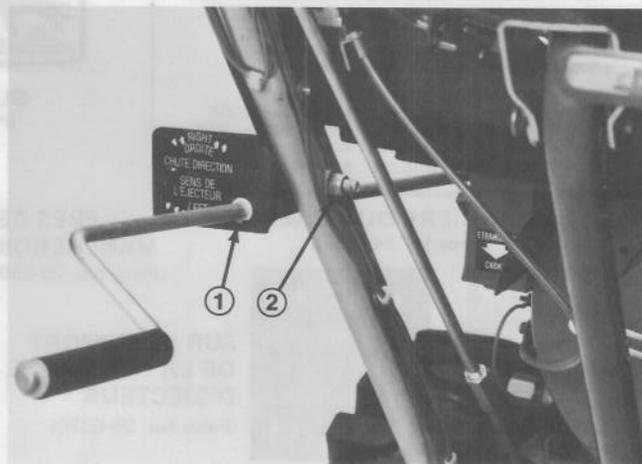
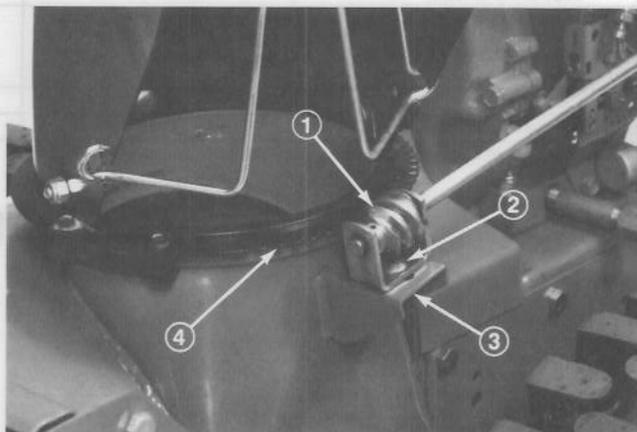

Figure 3
Figure 4
4. Posez le support et la tige de commande d'éjecteur sur le côté gauche du mancheron à l'aide d'une vis à tête et d'un écrou de blocage (Fig. 3), mais ne serrez pas l'écrou de blocage.
5. Appliquez de la graisse pour roulements no 2 sur la roue d'engrenage de vis sans fin (Fig. 4). Ensuite, fixez le support de vis sans fin et la vis sans fin sur le dessus de la collerette de montage à l'aide du boulon de carrossier, de la rondelle pyramidale et de l'écrou de blocage conique (Fig. 4). Ne serrez pas l'écrou de blocage.
6. Appuyez bien la vis sans fin sur les dents de l'anneau de retenue, puis serrez l'écrou de blocage (Fig. 4). Serrez aussi l'écrou de blocage qui fixe le support de la commande d'éjecteur contre le mancheron (Fig. 3). Vérifiez l'opération en faisant tourner la commande d'éjecteur. Répétez au besoin.